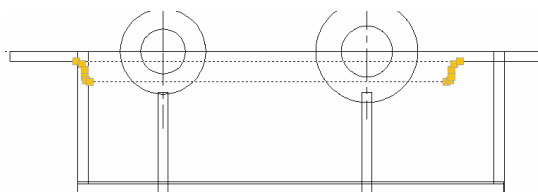

图 12-2-16
STEP 02 然后把该闭合多段线镜像到箱体中相应位置，图 12-2-16 所示。